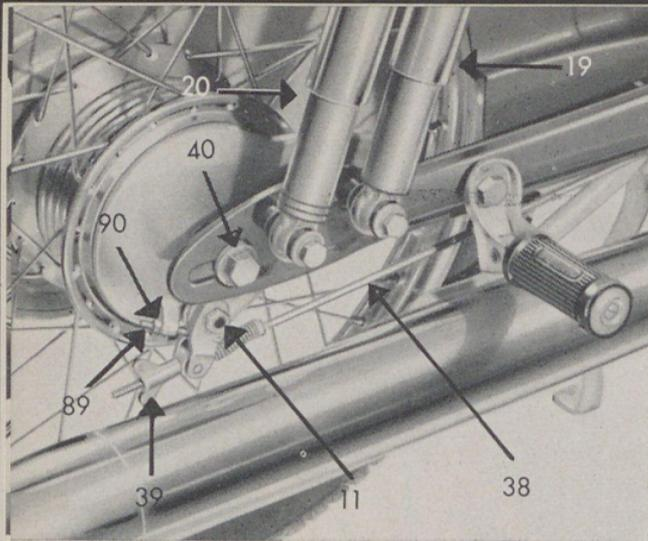
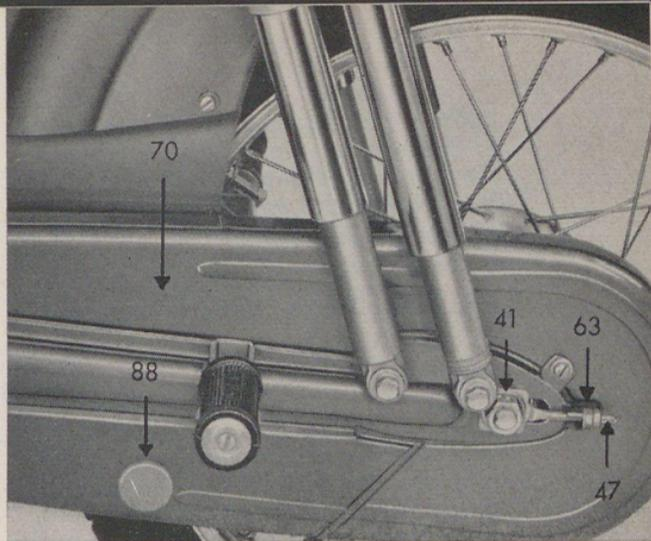

Bild 10
Bild 12
## 7. Der Aus- und Einbau des Hinterrades (Bild 10)
- b) Lösen der Verbindung zwischen Bremshebel und Gestänge 38 durch Losschrauben der Flügelmutter 39 (Bild 10) und Zurückziehen der Verbindungslasche
- c) Lösen der Steckachse 40 (Bild 10) auf der rechten Fahrzeugseite
Nach erfolgtem Zusammenbau muß die Steckachse 40 wieder fest angezogen werden. Die Mutter 11 (Bild 10), welche den Bremshebel fixiert, darf nicht gelöst werden.
**Das Einstellen der Hinterradbremse** (s. Bild 10) erfolgt mit der Stellschraube 89 zum Bremshebel am Hinterradbremsschild. Nach Lösen der Gegenmutter 90 ist die Stellschraube 89 im Uhrzeigersinn so weit zu drehen, bis das Rad noch frei spielt. Danach ist die Gegenmutter 90 wieder festzuziehen.
beläge gelangen. Die Bremse würde in diesem Fall versagen (rutschen). Das Bremsgestänge 38 (Bild 10) darf nicht verbogen werden!
Zum Nachstellen der Kette müssen die Steckachse 40 (Bild 10), die Kettenflanschmutter 41 (Bild 12) und die Kettenspannmutter bzw. Kontermutter 63 am Kettenspanner 47 (Bild 12) gelöst werden.
Die Kette wird nun durch Rechtsdrehen der vorderen Kettenspannmutter 63 (Bild 12) gespannt, bis der richtige Durchhang (ca. 1 cm) erreicht ist. Nach beendeter Einstellung sind die Kettenspannmutter bzw. Kontermutter 63 wie-
der zu kontern sowie Mutter 41 (Bild 12) und Steckachse 40 wieder fest anzuziehen.
Im Kettenkasten ist ein mit einem Gummistopfen 88 verschlossenes Schauloch angebracht. Es dient zum Nachprüfen der Kettenspannung (s. Bild 12).